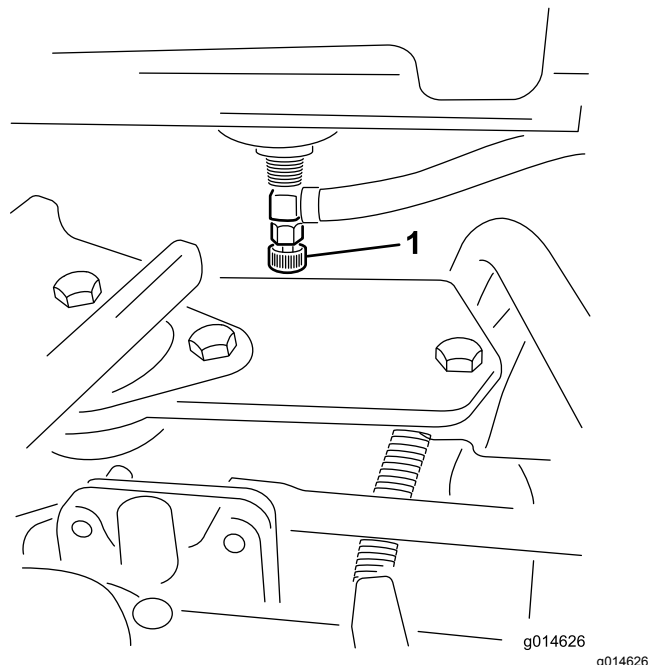

Bild 29
1. Schließen Sie den Kraftstoffhahn (Bild 29) unter dem Kraftstofftank.